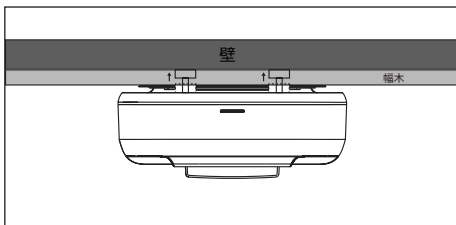

図 1
4. 運転時は、前方 100cm、左右両側 50cm の範囲に遮蔽物を置かないようにしてください。（図 1 を参照）